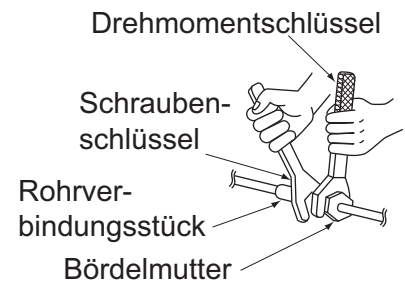

Abb. 12
- Achten Sie darauf, wie in der Zeichnung dargestellt, einen Schraubenschlüssel gemeinsam mit einem Drehmomentschlüssel zum Anschließen oder Lösen von Rohren an/von das/dem Gerät zu verwenden. **(Siehe Abb. 12)**